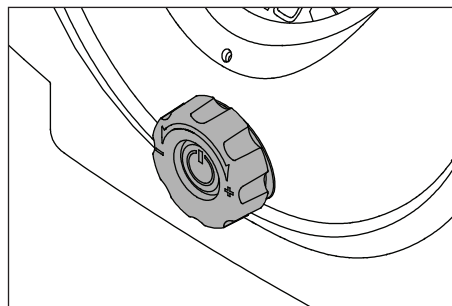

Figura 4 - Perilla de selección de presión
2. Cuando el adaptador universal esté firme en su lugar, presione la palanca de cierre hacia abajo. (Vea la Figura 4).